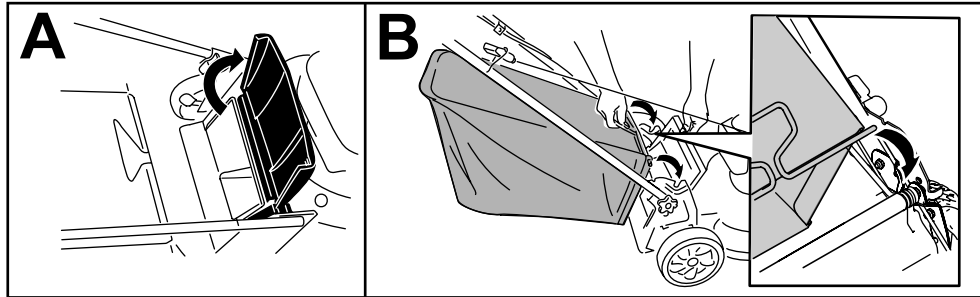

Figure 18
1. Soulevez le déflecteur arrière et gardez-le dans cette position (A de la Figure 18).
2. Montez le bac à herbe en veillant à placer les ergots dans les crans du guidon (B de la Figure 18).